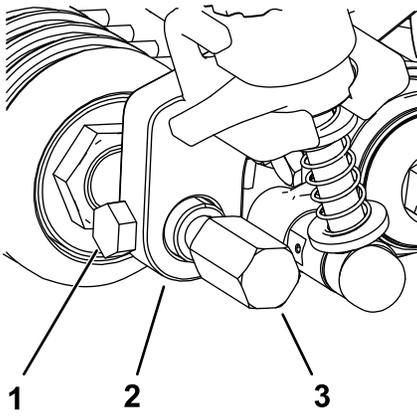

图 24
5. 将前滚筒轴插入到剪草高度支架之间的中心位置用从旧的剪草高度支架上卸下的 2 个安装螺丝固定图 24。
6. 将疏草刀防护装置装到前滚筒轴的任何一侧图 24。